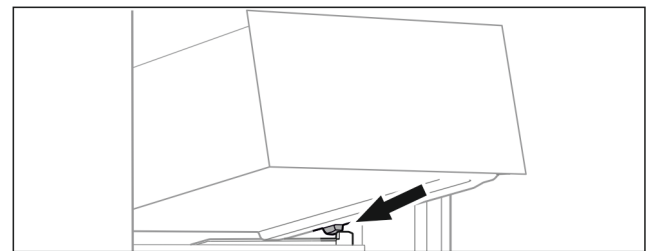

Fig. 20
- ▶ Наклоняя вниз, установите выдвижной ящик за стопору на контейнерное ребро Fig. 20 (1).